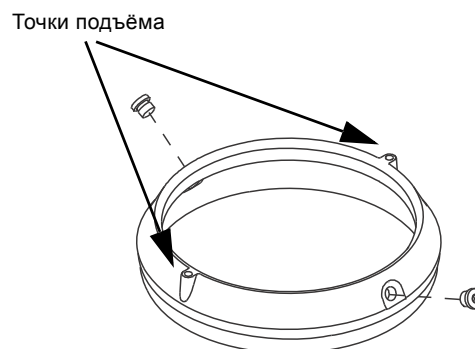

Рис. 16 Точки подъёма в кольце кожуха охлаждения
1. Снимите кольцо кожуха охлаждения (754) с помощью ломика или за подъёмные точки. См. рис. 16.